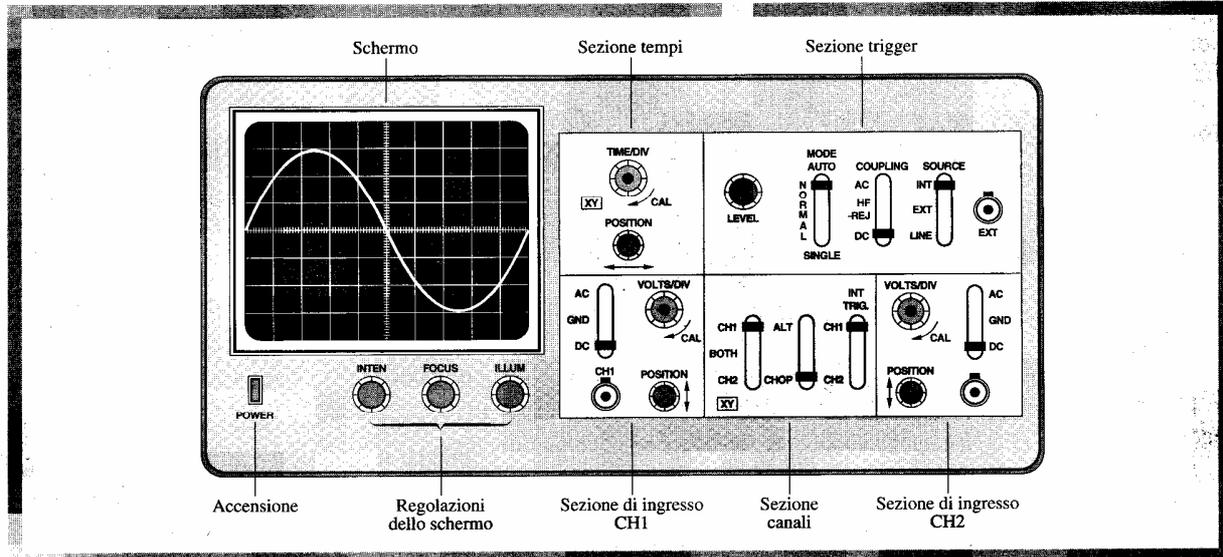

Fig. S16 Pannello frontale di un oscilloscopio.
In fig. S16 è riportato il disegno del pannello frontale di un oscilloscopio tipico, in cui sono posti in evidenza i comandi e le regolazioni principali.
Sezione tempi. Essenzialmente è costituita da una manopola che consente di variare la scala dell'asse orizzontale. Nella posizione 0,1 ms/div, ad esempio, una divisione corrisponde a 0,1 ms; pertanto si deduce che la forma d'onda del disegno di fig. S16 presenta un periodo pari a $10 \text{ div} \times 0,1 \text{ ms/div} = 1 \text{ rns}$ e quindi una frequenza di 1 kHz. Anche per la scala dei tempi per ottenere una misura corretta occorre che la manopola di regolazione fine sia in posizione CAL.
- La regolazione **HOLD OFF**, non indicata nel disegno di fig. S16, consente di variare l'intervallo fra una spazzolata e la successiva; essa è usata per stabilizzare l'immagine di segnali particolari quali ad esempio alcuni segnali digitali.
Selezione canali. In fig. S16 si notano, fra le due sezioni di ingresso, alcuni comandi per la selezione dei canali. Del selettore INT TRIG si è già detto in precedenza a proposito del segnale di trigger.